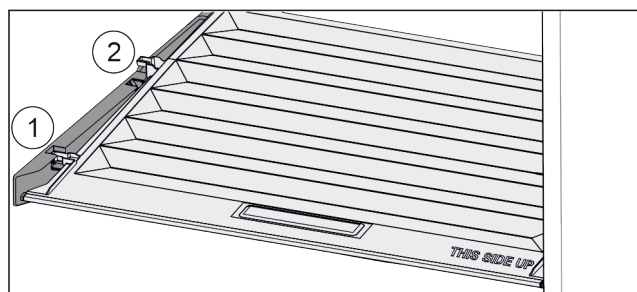

Fig. 26
- Vytáhněte víko dopředu až k otvoru v přídržných dílech Fig. 26 (1).
- Vzadu zespodu nadzvedněte a vyjměte směrem nahoru Fig. 26 (2).